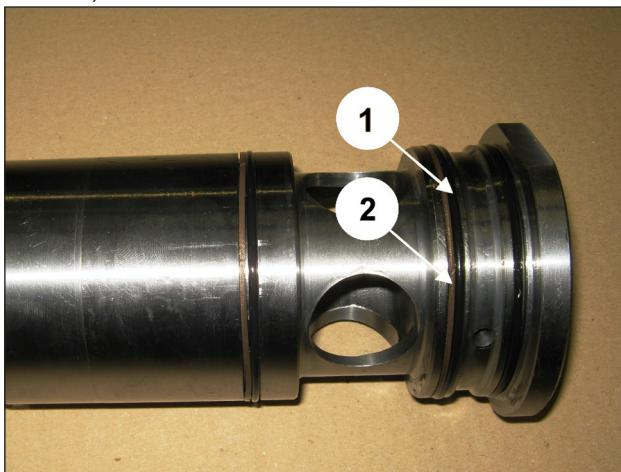

Abb. 127
Setzen Sie die O-Ringe (Pos. ①, Abb. 127) und die entsprechenden Stützringe in die Buchse ein (Pos. ②, Abb. 127).